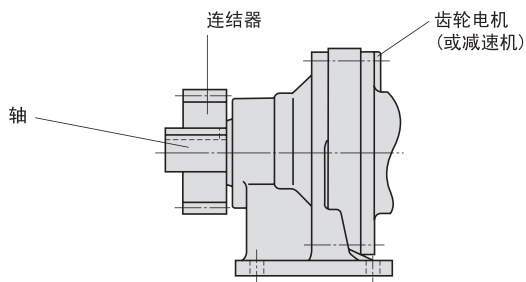

图8
- 链轮与齿轮的负载作用点的位置应选择轴中央偏向齿轮电机一侧。(参阅图8)